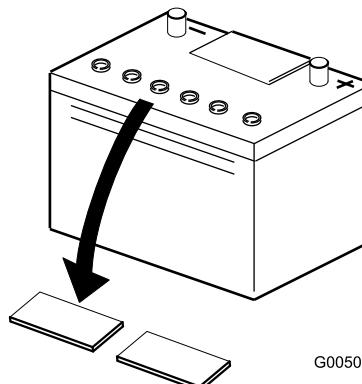

Figura 5
- Limpe a parte superior da bateria e retire as protecções das aberturas de ventilação (Figura 5).